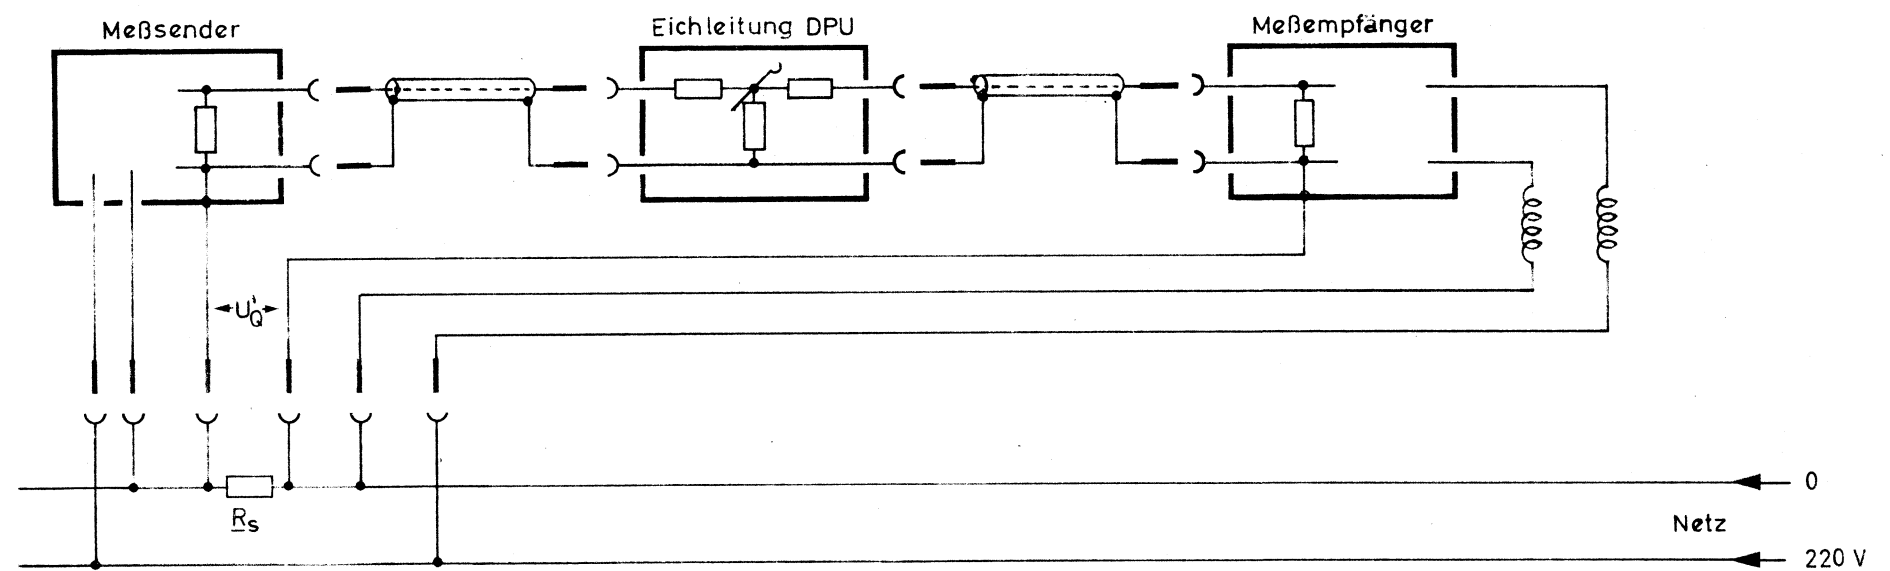

Bild 10. Verringerung einer Störspannung aus dem Netz durch Verkleinern von U'_0 bei Benützung unmittelbar benachbarter Schukodosen
- b) durch Anschluß von Meßsender und Anzeigegerät an möglichst unmittelbar benachbarte Schukodosen, am besten Doppelsteckdosen (Bild 10) und